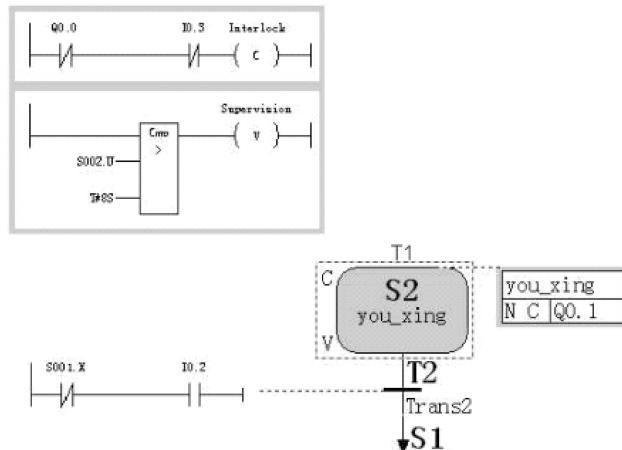

图 6-45 往右运动的控制程序
2) 控制往右运动的控制程序如图 6-45 所示, 在 OB1 里编写的程序如图 6-46 所示。
在图 6-44 和图 6-45 中的转移条件里分别出现“S002. X”和“S001. X”，其中：